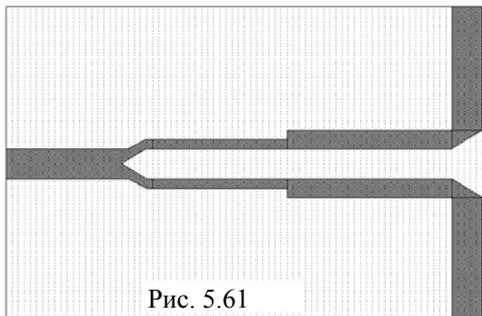

Рис. 5.61
- Выделите созданный треугольник, если он не выделен. Выберите в меню **Edit>Mirror**, поместите курсор на выделенный прямоугольник, нажмите левую кнопку мышки и вращайте мышкой созданную копию, пока не получите зеркальное отображение треугольника для соединения нижних проводников и щёлкните левой кнопкой мышки. Затем поместите созданный треугольник так, чтобы соединить нижние проводники, как показано на рис. 5.61.